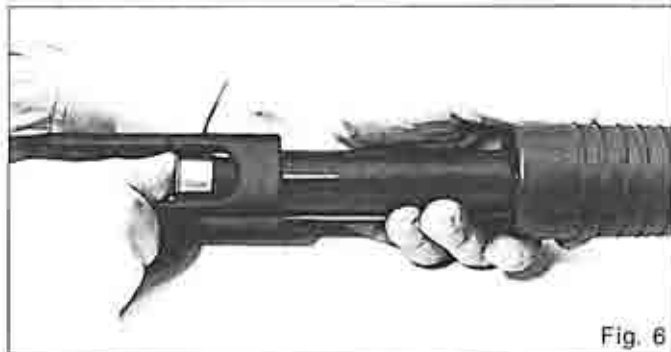

Fig. 6
- b4. Premendo con la cartuccia l'elevatore A4 introdurre attraverso la finestra di alimentazione A6 la cartuccia stessa nel serbatoio fino ad aggancio sul dente ritegno cartuccia (Fig. 6).
With a shotshell press the carrier A4 and insert the shell, through the feeding port A6, into the magazine tube until it is blocked by the cartridge's stop tooth (Fig. 6).
En pressant l'élévateur A4 par la cartouche-même, introduire la cartouche dans le tube-magasin par la fenêtre d'alimentation A6 jusqu'à ce que la butée de cartouche est accrochée (Fig. 6).